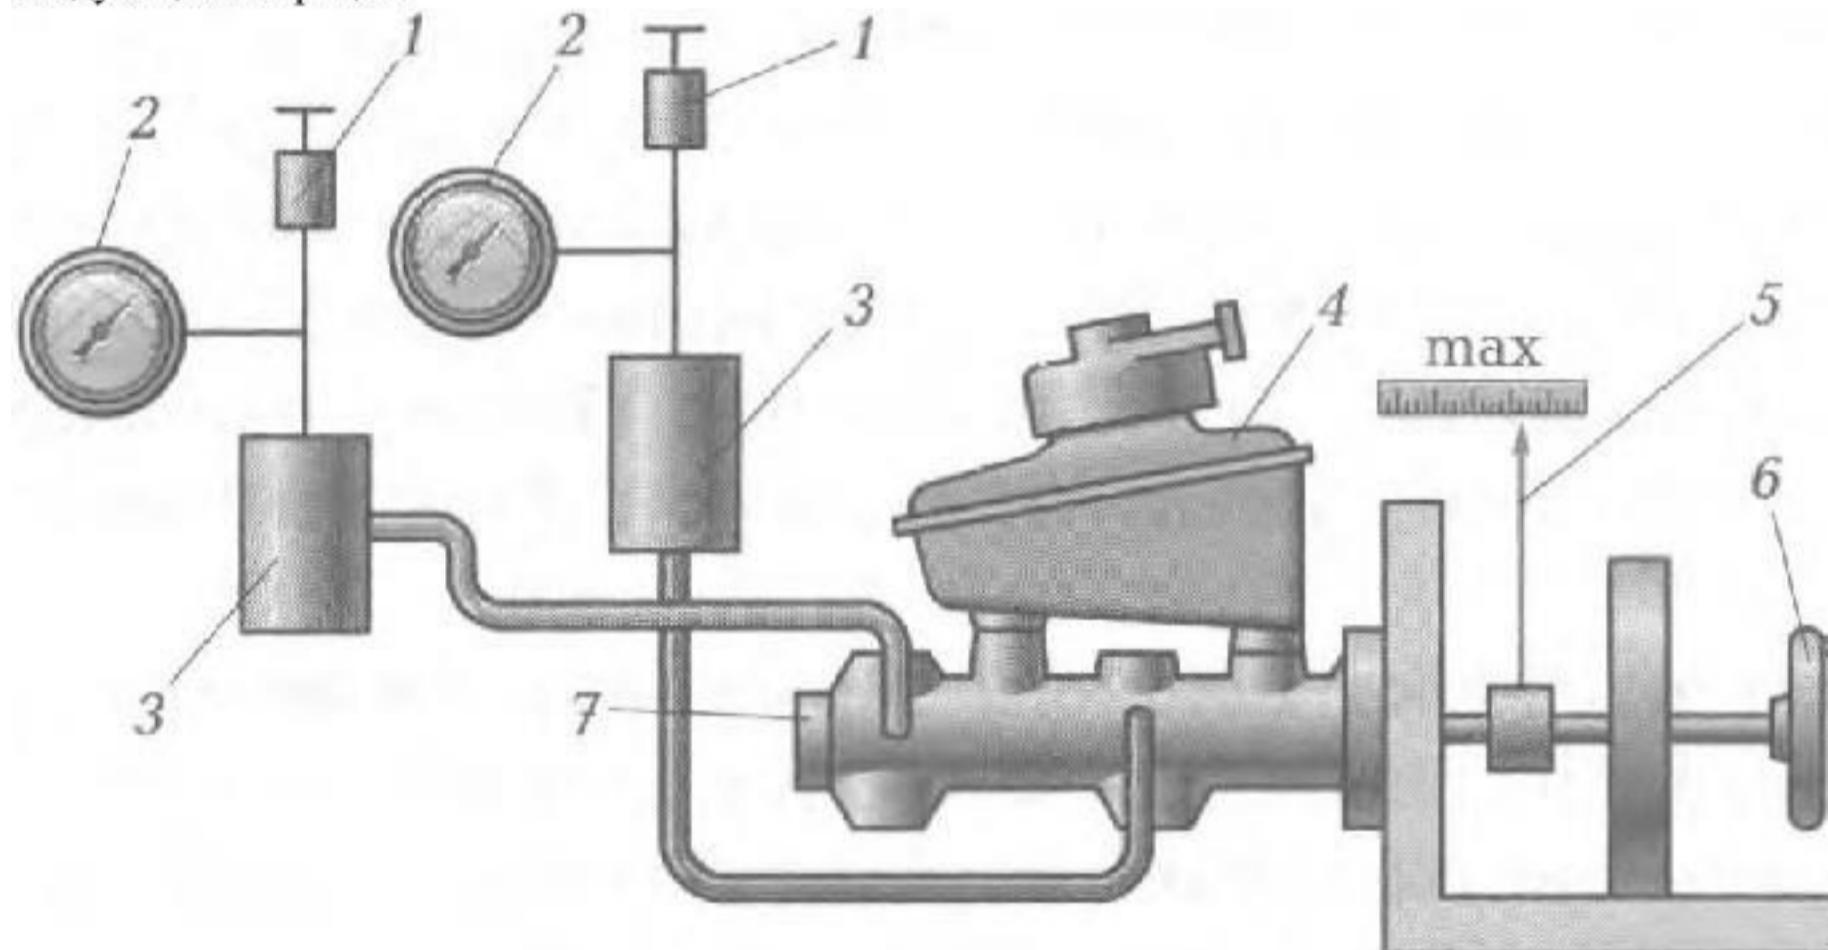

Рис. 19. Схема проверки герметичности главного цилиндра:
**Ремонт регулятора давления.** Для проверки и регулировки привода регулятора давления следует установить автомобиль на подъемник или смотровую канаву. При этом автомобиль должен стоять на колесах и находиться в снаряженном состоянии. «Прожать» заднюю часть автомобиля, прикладывая 2-3 раза усилие 392... 490 Н, направленное сверху вниз на задний бампер, для установки задней подвески в среднее положение. Установить между рычагами задней подвески и кузовом штанги 7 (рис.19) для фиксации кузова в данном положении. Предварительную оценку настройки привода регулятора давления можно определить по зазору между нижней частью рычага привода регулятора давления и пружиной. Зазор должен находиться в пределах 2...2,1 мм. Регулировку привода регулятора давления проводят с помощью приспособления, для чего надо выполнить следующие операции.